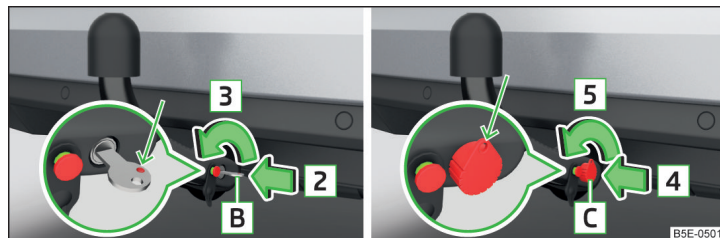

Fig. 279 Desbloquear cerradura: Variante de llave 1 / variante de llave 2
- Gire la llave [B] en el sentido de la flecha [3] de manera que la marca roja muestra hacia arriba » fig. 279.
- Gire la llave [C] en el sentido de la flecha [5] de la manera, que la argolla de llave muestra hacia arriba » fig. 279.